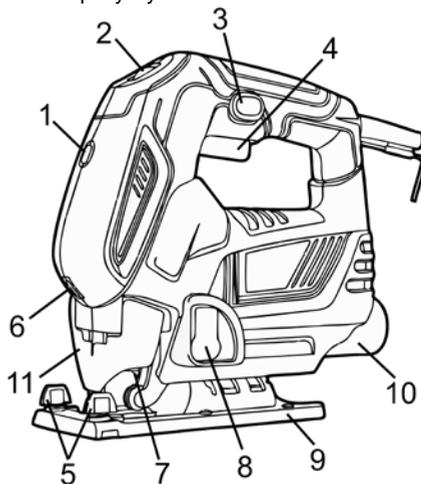
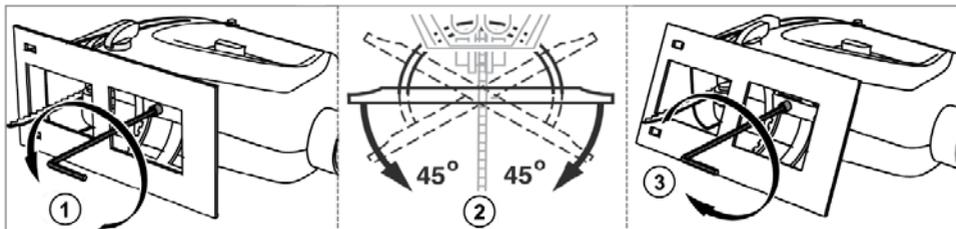

Рисунок 1
Рисунок 3
4.2 Для запуску виробу натисніть на пускову клавішу (4, рисунок 1) до положення з необхідною частотою ходів штоку. Щоб зупинити виріб слід відпустити пускову клавішу.
- виберіть рівень обмеження частоти ходів штоку поворотом регулятора обмежувача (2, рисунок 1) до необхідної величини;
- натисніть на пускову клавішу (4, рисунок 1) і заблокуйте її у ввімкненому положенні шляхом натискання кнопки фіксатора (3, рисунок 1);
- для виходу з режиму тривалої роботи натисніть на клавішу (4, рисунок 1) і відразу відпустіть її.
4.4 Регулювання частоти ходів штоку дозволяє підвищити якість виконуваної роботи лобзиком, не допускаючи пошкодження оброблюваного матеріалу. Частоту ходів штоку регулюйте ступенем натискання на пускову клавішу (4, рисунок 1). Максимальна частота ходів штоку відповідає максимальному «натисканню» клавіші. Обмеження максимальної частоти ходів штоку здійснюється поворотом регулятора-обмежувача (2, рисунок 1) до необхідного значення. При встановленні регулятора-обмежувача ходів штоку в положення «1», лобзик буде функціонувати з максимальною частотою ходів штоку 500 ходів/хв. При встановленні регулятора у положення «6» лобзик буде функціонувати з максимальною частотою 3000 ходів/хв. Частота ходів штоку підбирається залежно від виду оброблюваного матеріалу і застосовуваного пиляльного полотна.
- 1) відкрийте прозорий захисний екран (11, рисунок 1) для зручного доступу до пилкотримача;
- 2) поверніть до упору важіль затискача пиляльного полотна (пилкотримач) (7, рисунок 1) за напрямком руху годинникової стрілки (якщо дивитися на виріб знизу).
Обіпріть передній край опорної платформи (9, рисунок 1) на кромку оброблюваної заготовки й встановіть різальну кромку пиляльного полотна навпроти лінії різку, яка позначена на заготовці. Для зручності користуйтеся лазерним вказівником лінії розпилу (6, рисунок 1).
Розпилювати заготовку по прямій лінії необхідно тільки в одному напрямку (від краю до краю). Не слід виконувати розпилювання від початку до середини заготовки, з подальшим розпилком з протилежного кінця. По можливості використовуйте для прямолінійного розпилювання боковий упор з комплексу постачання, закріпивши його фіксаторами (5, рисунок 1).
Кут косоного пропила можна регулювати вправо або вліво на величину до 45 градусів. Для встановлення необхідного кута нахилу опорної платформи (9, рисунок 1) дивіться рисунок 3: